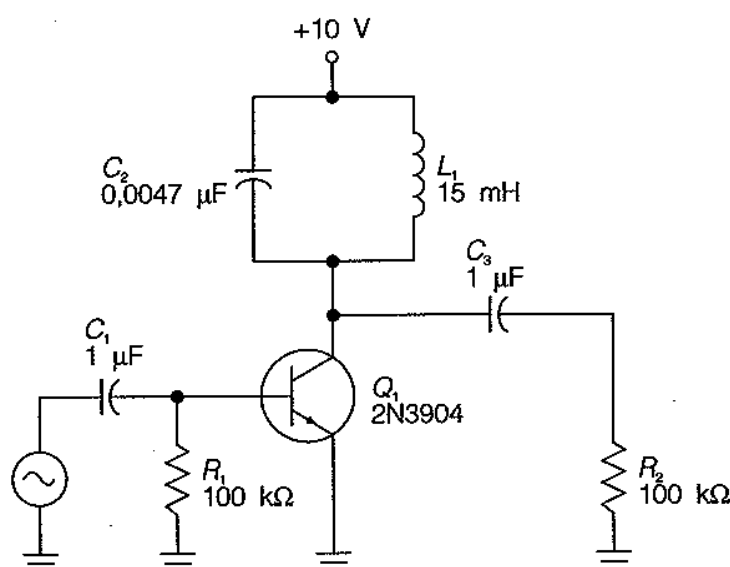

FIGURA 2
- 5 Na Figura 2, calcule a frequência de ressonância do amplificador sintonizado. Anote sua resposta na tabela 2.